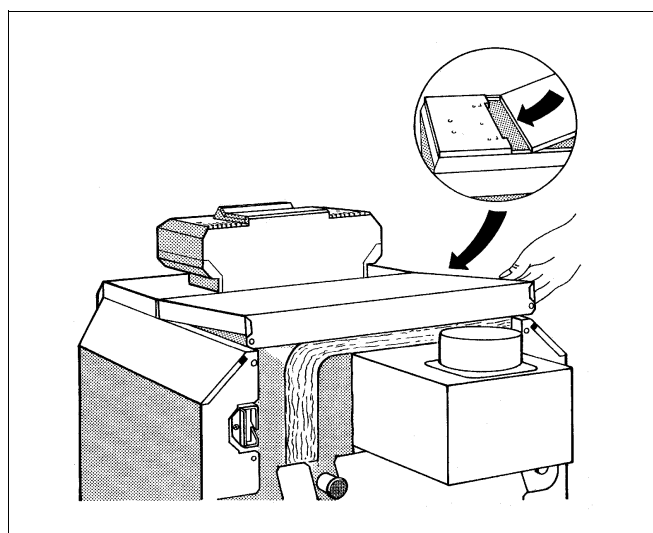

Fig. 24 Monter le capot arrière de la chaudière
- Glisser le couvercle arrière de la chaudière avec ses languettes sous le couvercle avant et appuyer derrière, vers le bas (fig. 24).